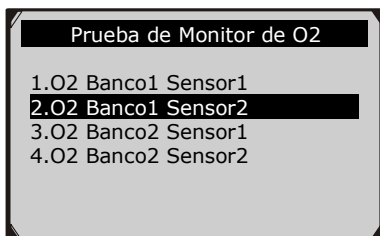

Figura 6.23
- 3) Use el botón de desplazamiento **ARRIBA/ABAJO** para seleccionar una la opción de **Sensor O2** en el menú **Prueba de Monitor O2** y presione el botón **OK**. (Figura 6.23)